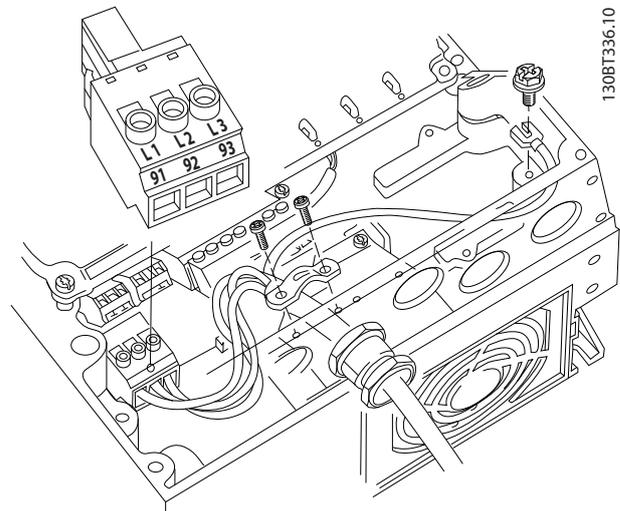

Рисунок 2.12 Подключение к сети питания переменного тока
- Подключите проводку 3-фазного входного питания переменного тока к клеммам L1, L2 и L3 (см. Рисунок 2.12).